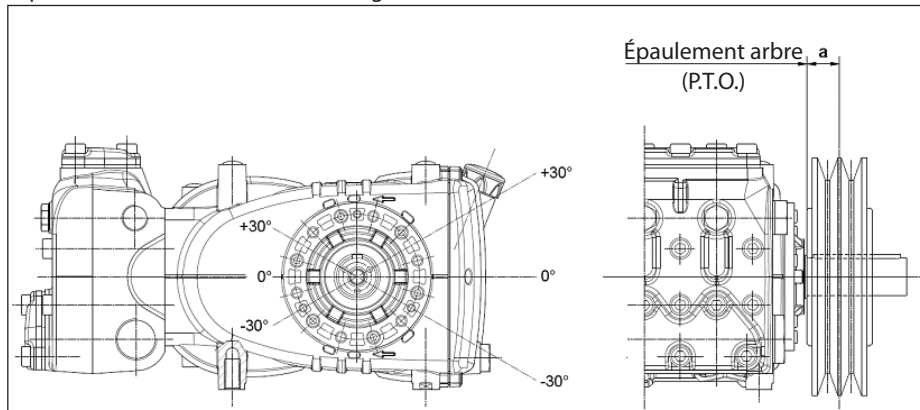

Fig. 10
La charge radiale sur l'arbre ne doit pas être supérieure à 3000 N (valeur nécessaire pour la définition du plan). La transmission est considérée appropriée si une telle charge est appliquée à une distance maximum de $a=30$ mm de l'épaulement de l'arbre (P.T.O) comme l'indique la Fig. 10.
- b) Utiliser des courroies à haut rendement - par exemple **XPB** au lieu de **SPB** - car il sera nécessaire d'avoir une quantité inférieure de courroies égales à la puissance transmise et par conséquent une distance inférieure de la résultante par rapport à l'épaule de l'arbre (P.T.O.) « a » Fig. 10.